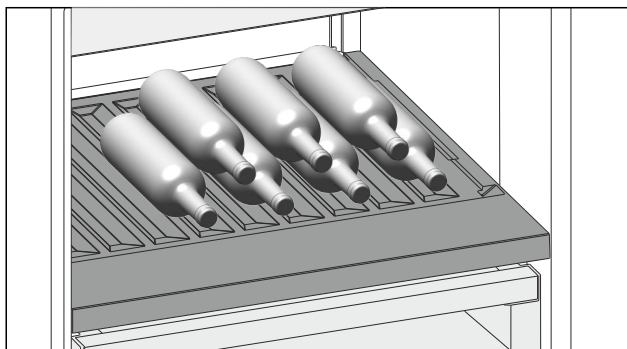

Fig. 81
- ▶ Inserire le bottiglie con il fondo rivolto verso la parte posteriore. (vedere Fig. 81)